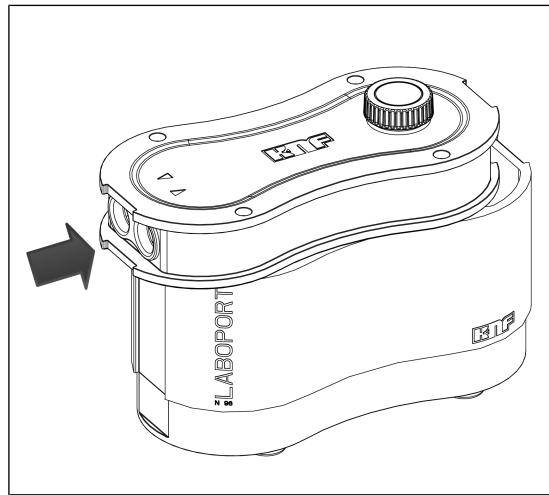

Fig.13: Deslizar la tapa de la carcasa por encima de las conexiones de gas (cerrar la bomba)
2. Deslizar la tapa de la carcasa (2) sobre las conexiones de gas hasta que la forma de la tapa de la carcasa (2) coincida con la forma de la carcasa de la bomba (3) (ver Fig. 13).